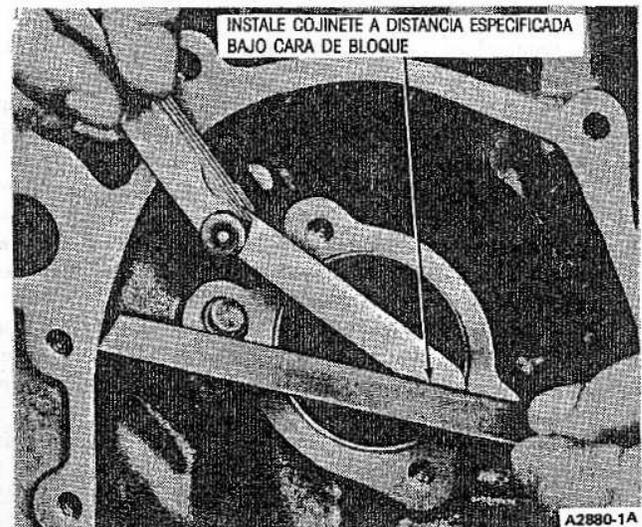

Fig. 46. Reemplazo de Cojinete Delantero ant del Arbol de Levas
1. Coloque los cojinetes nuevos en los rebajos correspondientes con los agujeros de aceite alineados y métalos a presión en su lugar con la herramienta que se ilustra en la Fig. 45. Tenga la seguridad de centrar la placa y el tornillo extractor para evitar que se dañe el cojinete. Si no se usa el collar de expansión correcto, se puede dañar seriamente el cojinete. Cerciérese de que el cojinete delantero quede instalado a la distancia especificada de la cara delantera del bloque (Fig. 46).